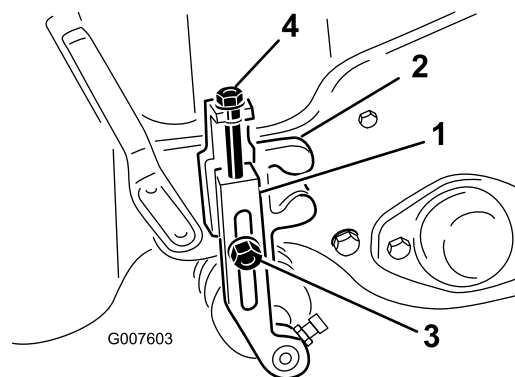

Figura 41
2. Afloje las contratuercas que sujetan los brazos de ajuste de la altura de corte a los soportes de ajuste (Figura 41).